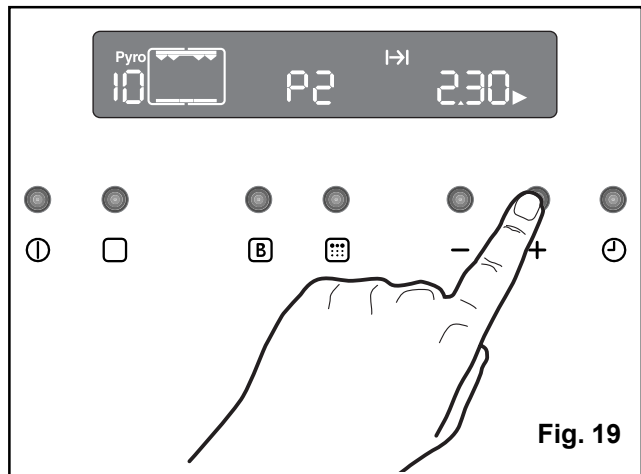

Fig. 19
3. Le symbole de Durée de cuisson  clignote. Pendant ce temps, appuyez sur les touches "+" ou "-" pour sélectionner la fonction pyrolytique 1 (P 1) ou pyrolytique 2 (P 2) (Fig. 19).